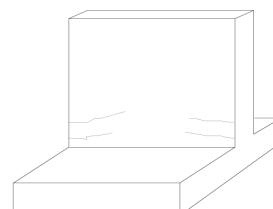

Fig.2: www.es.wikibooks.org/
B.2. Aparecen localizadas longitudinalmente en los alzados de los muros junto a las zapatas y principalmente en las zonas extremas de los mismos. Son comunes en elementos de espesor considerable, como es el caso de los muros de contención. (Fig.2)